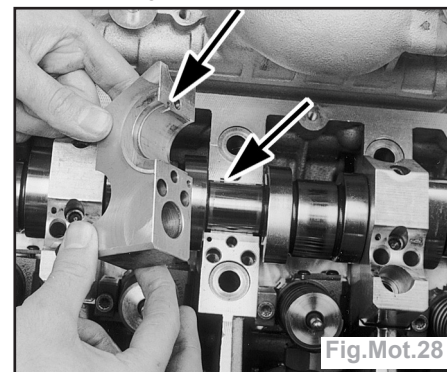

Fig.Mot.28
- Veiller au positionnement correct des ergots de fixation des demi-coussinets dans les chapeaux de palier et dans la culasse (Fig.Mot.28).